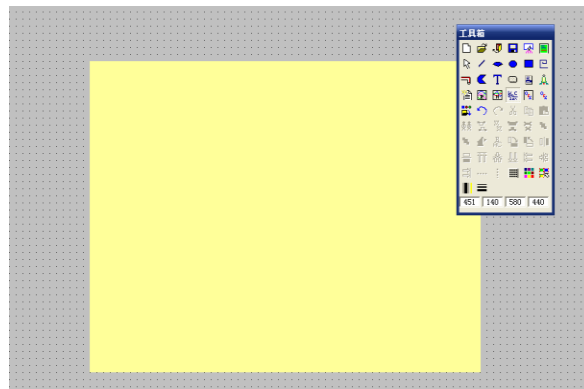

图 3-24
2、进入组态王开发系统，单击工具箱中“点位图”图标，移动鼠标，在画面上画出一个矩形方框，如图 3-24 所示。